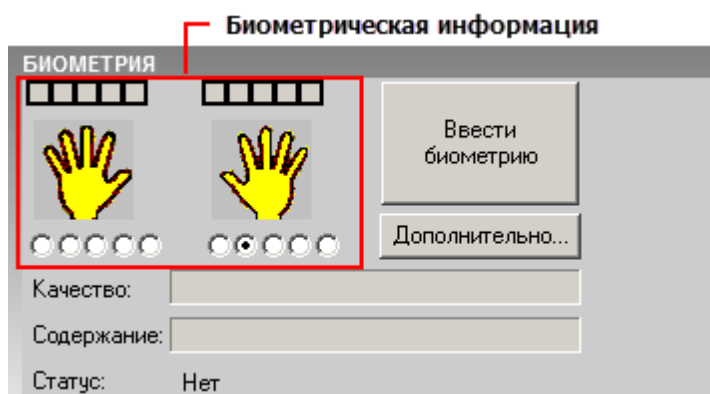

Рисунок 14 — Форма ввода биометрии
5. Проверьте свойства элемента (рисунок 14): в поле **Тип объекта** должно быть указано **Владельцы пропусков**, в поле **Свойство** должно быть указано **ВЮ параметры владельца пропуска (общее свойство)** (рисунок).